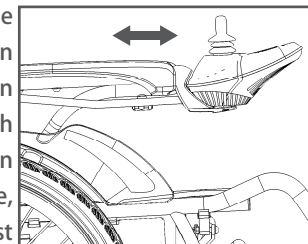

Abbildung 13
- Einstellung der Steuerung: Setzen Sie sich auf den elektrischen Rollstuhl, lösen Sie die Torx-Schraube, drücken Sie den Befestigungsstift der Steuerung nach hinten und vorne in die richtige Position und verriegeln Sie die Torx-Schraube, siehe Abbildung 13. (Die Einstellung ist die selbe, wenn sich die Steuerung auf der linken Seite befindet.)